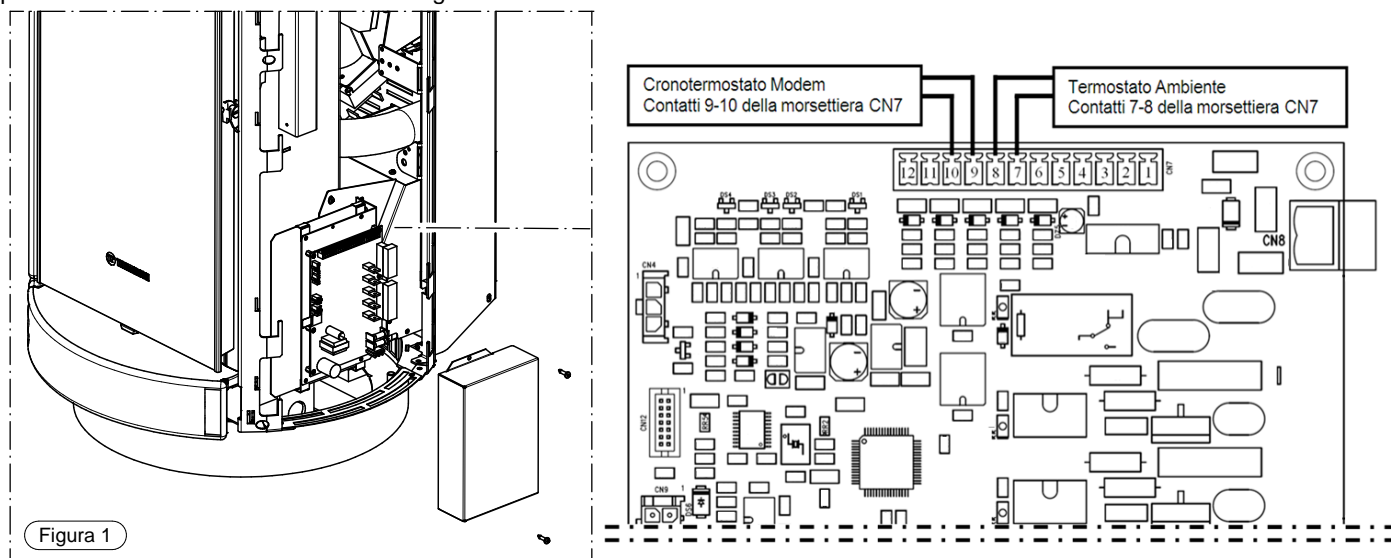

Figura 1
---> para el termostato ambiente adicional, conecte directamente los bornes 7-8 del tablero de bornes CN7 en la tarjeta, procediendo tal como se muestra en la figura 1.
---> para el cronotermostato-módem adicional, conecte directamente los bornes 9-10 del tablero de bornes CN7 en la tarjeta, procediendo tal como se muestra en la figura 1.
Es posible instalar un termostato ambiente adicional, conectándolo a la tarjeta tal como se muestra en la figura 1. El principio de funcionamiento es el siguiente:
En alternativa al termostato ambiente, es posible instalar un cronotermostato, conectándolo a la tarjeta tal como se muestra en la figura 1. Utilizando esta salida, al cerrarse el contacto del cronotermostato, inicia el ciclo de START; por el contrario, cuando se abre este mismo contacto, inicia el ciclo de OFF. El régimen de funcionamiento en el momento del encendido (potencia de combustión y velocidad de ventilación) es el mismo utilizado antes del último apagado del equipo.